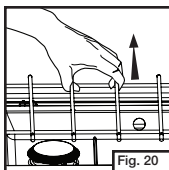

Fig. 20
- Levez la grille porte-plats. (Fig. 20)